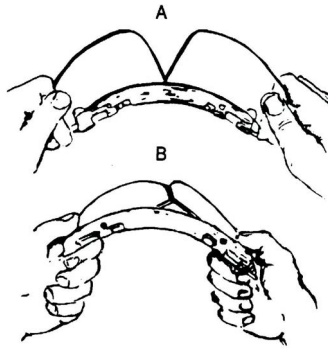

Fig. 5 Visera plegable sin montar
- (2) Perfore dos agujeros:
- (3) Abra la visera plegable antes de montarla sujetando los lentes (como se muestra en la Fig. 5 A) y presione hacia abajo.
Gire los lentes desde la placa de latón hasta hacerlos encontrar (como se muestra en la Fig. 5 B) y llegar a un ángulo de 90 grados respecto a la placa.